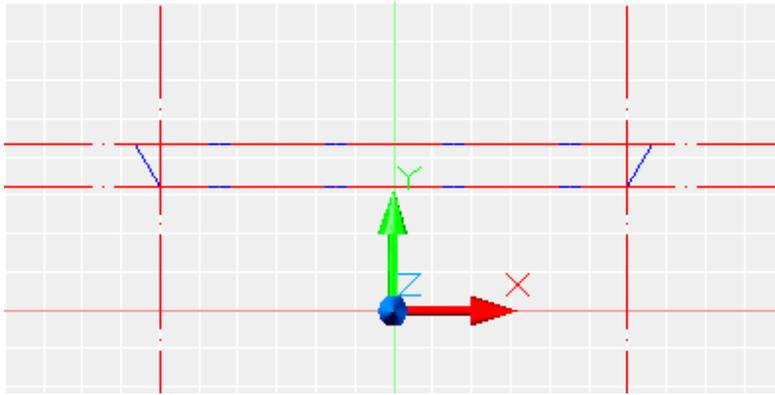

Рис.8
8. Далее по привязкам через точки пересечения строим контур фаски. Вводим команду **PLINE** и соединяем все точки пересечения осевых и вспомогательных линий построенных под углом. Затем как мы получим замкнутый контур удаляем вспомогательные линии. (см. рис.8)